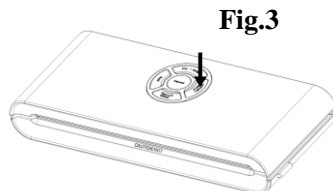

Fig.3
4. Trykk på bryteren for vakuumbeholder «PULSE VACUUM» for å starte vakuumeringen – Fig. 3. For å være sikker på at det ikke er noen luftlekkasje mellom dekslet og vakuumbeholderen, trykker du ned bryteren på dekselet med hånden ved starten av vakuumeringen.